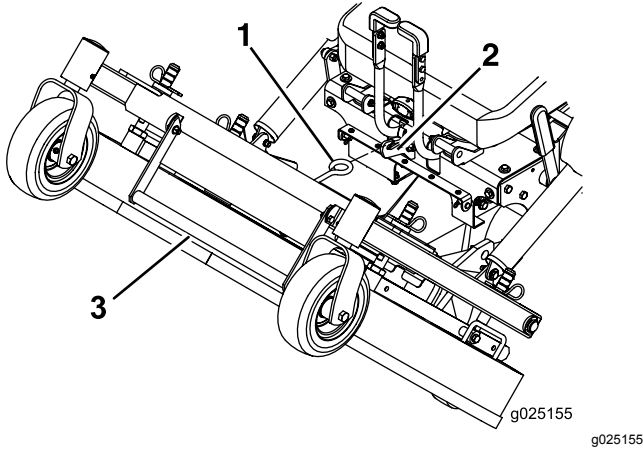

Figura 10
- Mediante el uso de la barra de elevación de la carcasa, levante la carcasa y engánchela en la posición de Elevada (Figura 10).
- Sujete firmemente la barra de elevación de la carcasa, desenganche el enganche de la carcasa de corte de la máquina y baje la carcasa lentamente al suelo (Figura 10).